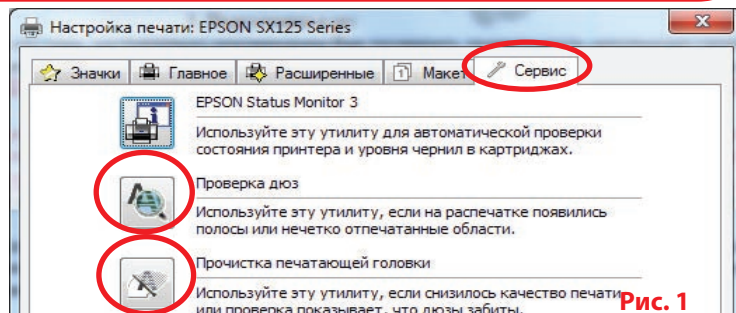

Рис. 1
1.2. Напечатайте тест проверки дюз для оценки работоспособности принтера ((Рис. 1) Вкладка "Сервис", кнопка "Проверка дюз"). Если тест дюз дал положительный результат переходите к установке СНПЧ. Результат отрицательный, выполните рекомендации по прочистке печатающей головки программными средствами принтера ((Рис. 1) Вкладка "Сервис", кнопка "Прочистка печатающей головки"), если это не дает положительного результата обратитесь в специализированный сервисный центр для ремонта принтера.